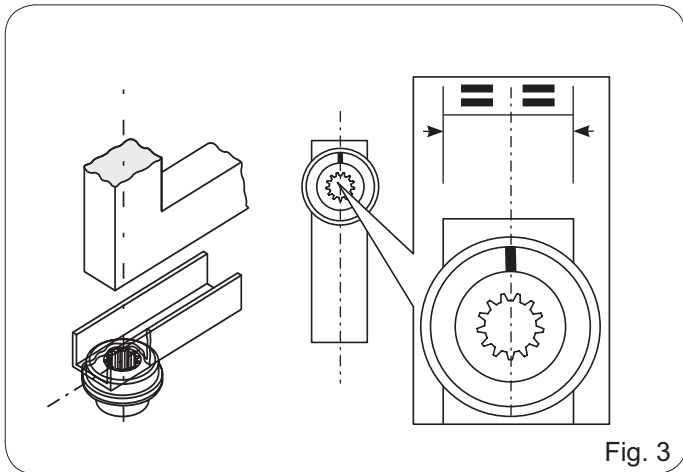
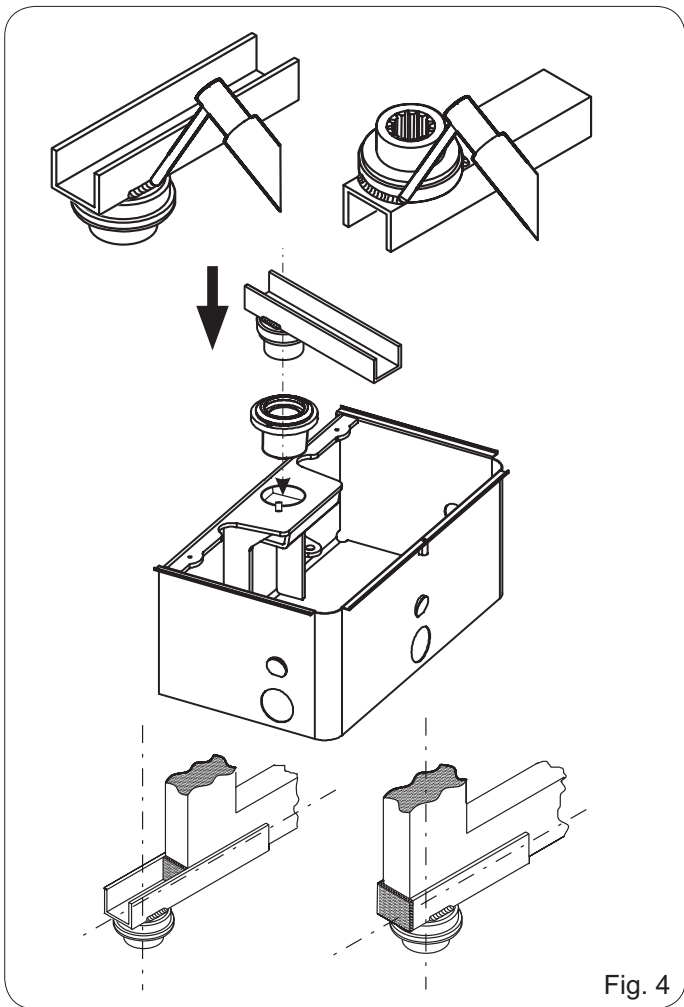

Fig. 3
Fig. 4
- Positionner les éléments du kit joint rainuré d'après la Fig. 3 et la Fig. 4, en respectant le positionnement de la référence sur le joint rainuré ; souder le profil en U sur ce dernier d'après la Fig. 4
- Die Komponenten des Bausatzes genutete Verbindung gemäß den Angaben in Fig. 3 und Fig. 4 positionieren und dabei auf die Markierung an der genuteten Verbindung achten. Das U-Profil an der genuteten Verbindung verschweißen (siehe Fig. 4).